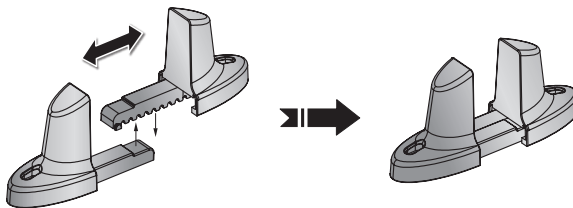

Figure 3-8 : 타워 스탠드(옵션)의 조립
- 4 타워 스탠드(옵션)의 장부를 UPS의 크기에 따라 홈에 끼워 타워 스탠드를 조립합니다. *Figure 3-8* 참조.